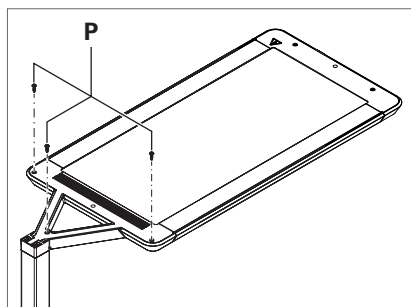

Fig. 10: Avvitare la copertura.
- ▶ Avvitare la copertura con le tre viti **P**, vedere Fig. 10.